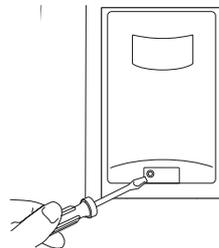

fig. 3
- 1) Quite la protección de la conexión eléctrica, situada en la unidad externa, desatornillando el tornillo específico (fig. 3). Efectúe esta operación con el aparato desenchufado.